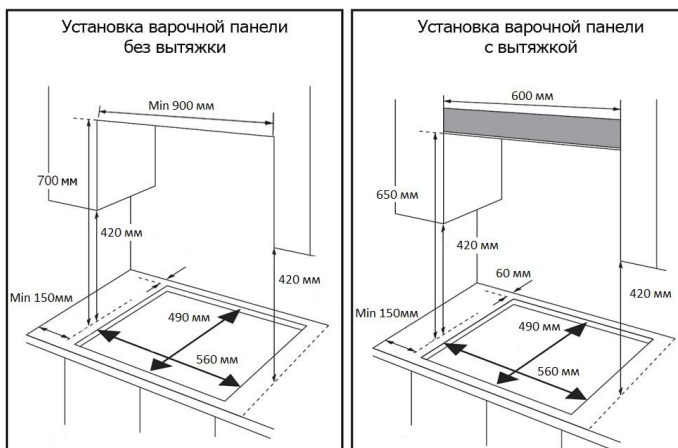

рис. 1
- Минимальные расстояния от плиты до окружающей мебели, зазор между задней стенкой и столешницей, размеры выреза под плиту должны соответствовать рис.1. Между плитой и жарочным шкафом должен быть установлен защитный экран.